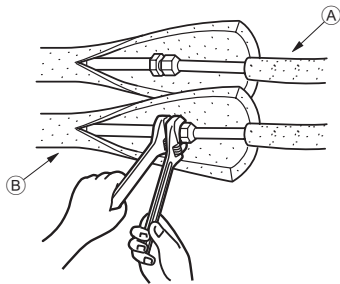

Fig. 4-3
4.3. Trabalho de instalação da tubagem de refrigerante (Fig. 4-3)